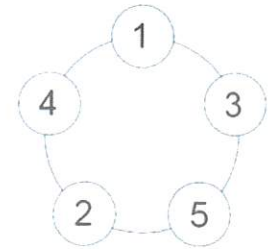

Figura 15
- b. Apriete los birlos en la secuencia mostrada (Figura 15).